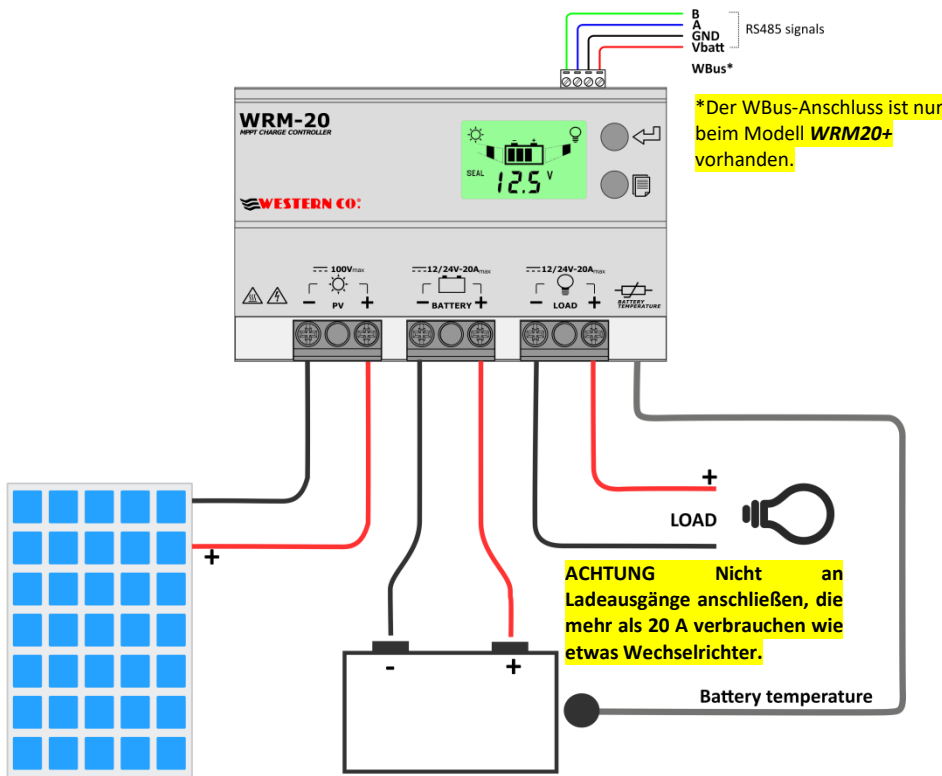

Abb.2 Verbindungsschema
- 2) Schließen Sie in der richtigen Reihenfolge an: Ladegerät, Sonde zur Temperaturmessung der Batterie (mitgeliefert), Solarmodul und zuletzt die Batterie wie in Abb.2 dargestellt. Bei Anschluss der Batterie schaltet sich der Regler ein und beginnt zu arbeiten. Verwenden Sie geeignete Kabelquerschnitte, wie in Abb.2 angegeben.
Nach Durchführung der Anschlüsse wie in Abb.2 ist ein Probelauf des Systems erforderlich.